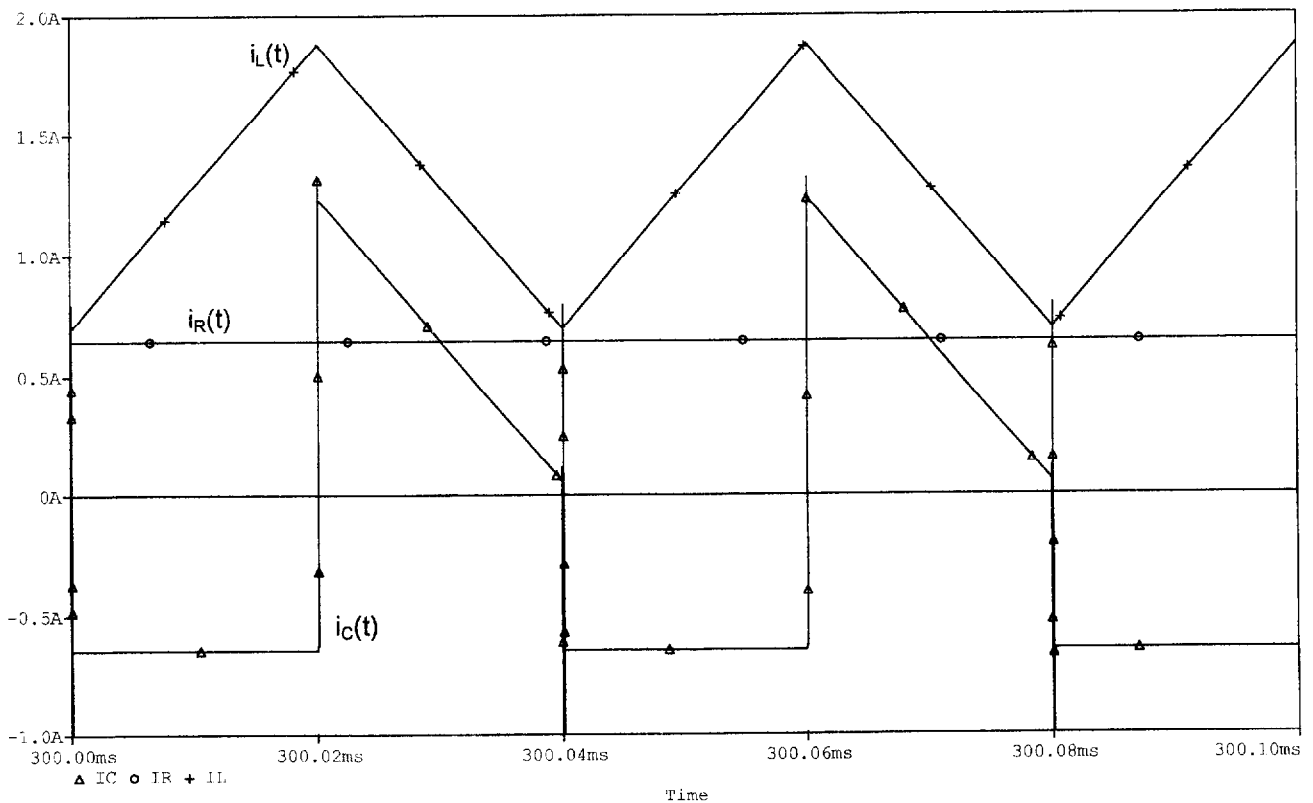

fig 4
1.7. Les chronogrammes de la figure 4 représentent, les intensités des courants $i_L(t)$, $i_R(t)$ et $i_C(t)$.